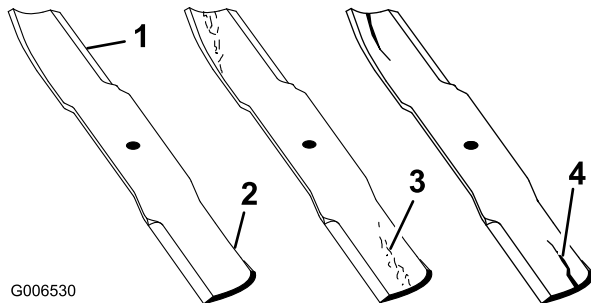

Bild 31
2. Prüfen Sie die Schnittkanten des Messers sorgfältig, insbesondere dort, wo die geraden Flächen die gebogenen berühren (Bild 31). Da Sand und anderes reibendes Material das Metall abschleifen kann, das die flachen mit den gebogenen Teilen verbindet, müssen Sie das Messer vor jedem Einsatz der Maschine prüfen. Tauschen Sie das Messer aus, wenn Sie eine Abnutzung feststellen (Bild 31); siehe Entfernen des Schnittmessers“.
Wenn sich das Messer abwetzen kann, bildet sich ein Schlitz zwischen dem Windflügel und dem flachen Teil des Messers (Bild 31). Zuletzt kann sich ein Stück des Messers lösen und aus dem Gehäuse ausgeschleudert werden. Das kann zu schweren Verletzungen bei Ihnen selbst und Unbeteiligten führen.